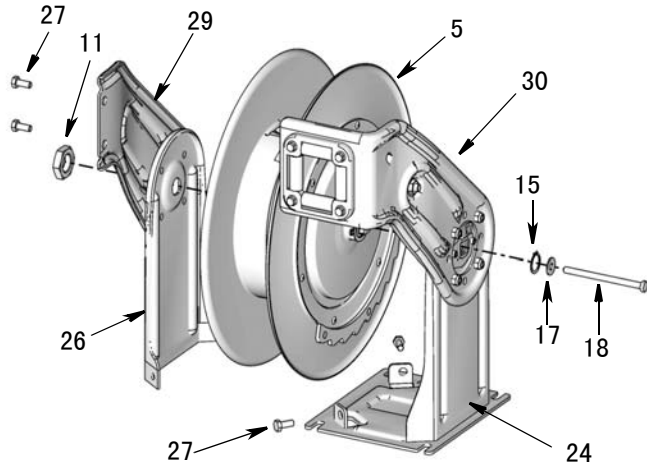
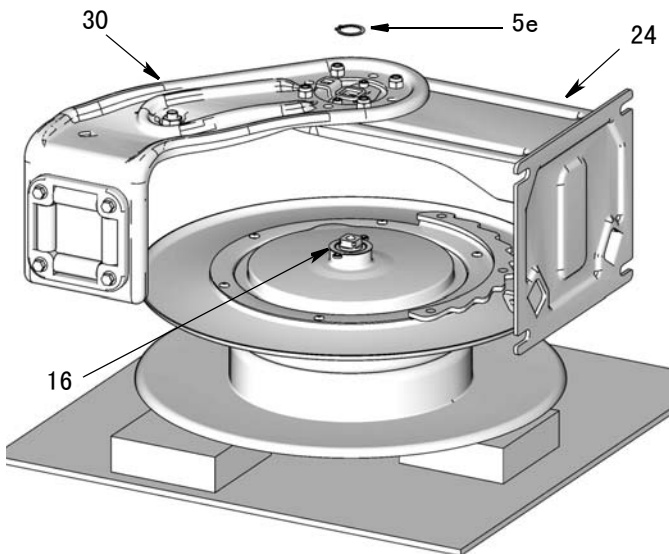

图 16
图 17
- 卸下大螺母 (11) (图 16)。
- 卸下将挡板 (26) 固定在底板 (24) 上的两颗螺丝 (27) 并将导向臂 (29) 固定在导向臂 (30) 上的两颗螺丝 (27) (图 16)。
- 将导向臂和挡板组件 (26/29) 完全卸下并将其放在一边以备再安装在新转轴上 (图 16)。这些零配件不必拆卸。
- 将软管卷盘侧放以便能接近导向臂和挡板 (24/30)。卸下长螺栓 (18) 和垫圈 (15/17) (图 16 和图 17)。
- 卸下卡环 (5e) (图 17)。
- 将新转轴 (5) 侧放在工作台上。应确保转轴的平边在工作台上朝下和棘轮边朝上，如图 17 所示。
注释：如果转轴有支撑并处于近似水平，则更容易重新安装导向臂和挡板组件。将几个 ” 1 ” 厚的垫块放在转轴下，如图 17 所示 (第 22 页)，这样将有助于在安装导向臂时支持转轴。
- 安装大螺母（11）（图 16，第 22 页）。用 85-105 英尺磅（378 - 467 牛·米）的扭力拧紧螺母。